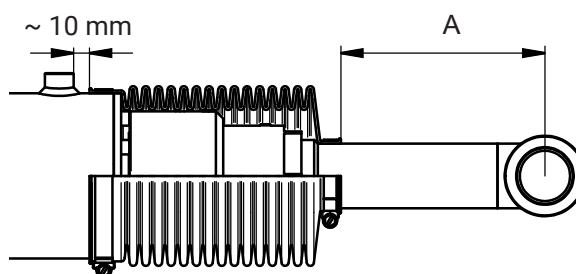

Bild 33. Montering av damasker
10. Montera cylindrarnas damasker. Bild 33.